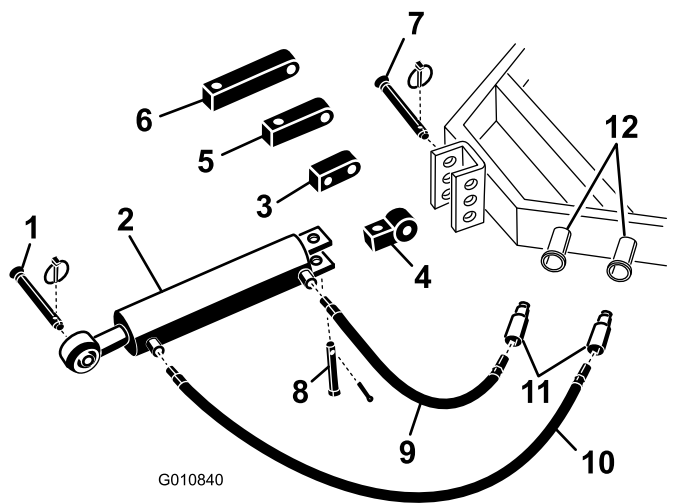

图5
- 使用随牵引车提供的柱销，将液压顶部连杆的连接杆端固定到牵引车（图 5）。摆放液压顶部连杆，使杆端朝向牵引车。油缸的各端口应朝向牵引车的辅助动力液压装置。
注意： 如果液压油缸的放置必须使端口朝向上方，请使用旋转垫块重新调整油缸的位置，而不是使用标准安装垫块（图 5）。可以使用 90° 液压接头替代旋转垫块（接头未提供）。
- 取下将标准连接杆固定到油缸上的开口销和柱销（图 5）。从油缸上卸下连接杆。
- 使用之前卸下的柱销将旋转垫块安装到油缸上（图 5）。
- 将 107cm 长液压软管连接至最靠近打孔机的液压顶部联杆端口（图5）。在管螺纹上缠绕管螺纹密封胶带或防松螺纹油，防止发生泄漏。
- 将 76cm 长液压软管连接至最靠近牵引车的液压顶部联杆端口（图5）。在管螺纹上缠绕管螺纹密封胶带或防松螺纹油，防止发生泄漏。
如果液压油缸无法够到打孔机安装支架，请使用延长垫块将油缸连接到牵引车上，而不是使用标准安装垫块（图5）。
- A. 取下将标准连接杆固定到油缸上的开口销和柱销（图5）。从油缸上卸下连接杆。
- B. 使用之前卸下的柱销将所需长度的延长垫块安装到油缸上（图5）。